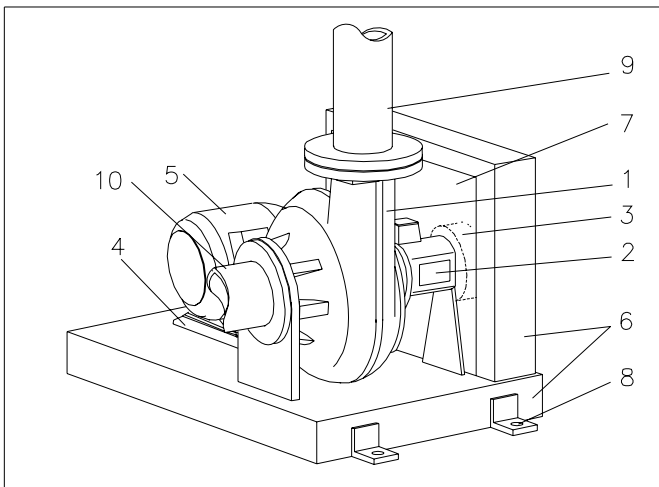

Fig. 7.6
Entraînement par poulies-courroie avec moteur et châssis cadre (voir fig. 7.6). Verticale, entraînement par poulies-courroie (K). Horizontale, entraînement par poulies-courroie (L)
- Fixation du châssis au sol, voir fig. 7.6 pos. 8.